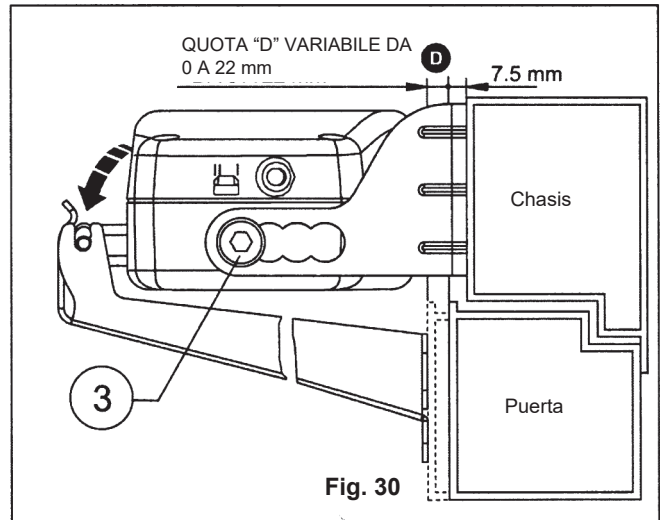

Fig. 30
8) Fig. 30 - Seleccionar la posición del accionador respecto al estribo de enchufe al cerco (v. Fig. 7b) y enganchar el terminal cadena al estribo para apertura vasistas;